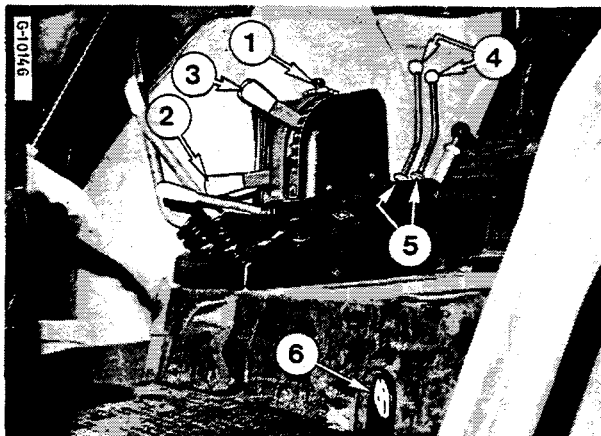

Figure 36 (956XL - 1056XL)
Abaissez complètement le levier de contrôle de traction (2) Fig. 36/36a pour neutraliser son action. Le contrôle des instruments de culture se fait par le levier de contrôle de position (3) seulement.
Le levier de contrôle de traction extérieur (2). Fig. 36/36a détermine la profondeur de travail des instruments de labour.
Lorsque les deux leviers de contrôle (2) et (3) - Fig. 36/36a sont ramenés complètement vers le bas, le système est en position flottante et le contrôle de traction n'agit plus.
La vitesse de descente peut être modifiée à volonté à l'aide de la manette de réglage de descente (6) Fig. 36/36a. Tournez la manette vers la gauche pour ralentir progressivement la vitesse de descente.